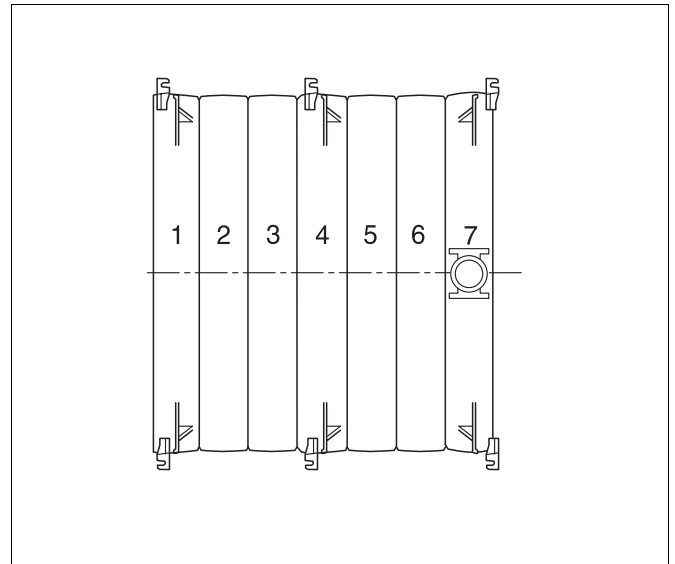
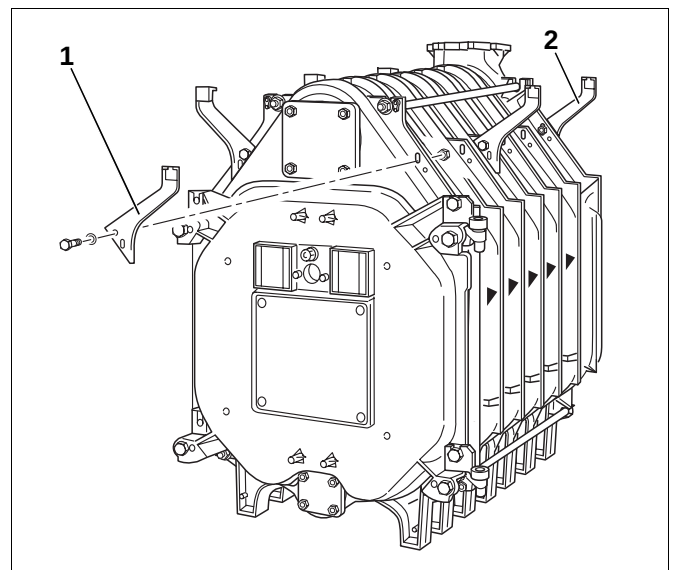

Abb. 37 Draufsicht: Kesselblock (7 Kesselglieder) mit Konsolen
Abb. 38 Konsolen montieren
- Konsolen für die Verkleidung nach unten stehender Tabelle sowie nach Abbildung 37 und Abbildung 38 an den oberen Rippen der Kesselglieder links und rechts lose anschrauben.
- Verschrauben Sie die Konsolen am Hinterglied (Abb. 38, **Pos. 2**) von hinten an die Rippen.
- Die Konsolen des Vordergliedes und der Mittelglieder (Abb. 38, **Pos. 1**) verschrauben Sie ausschließlich von vorne.